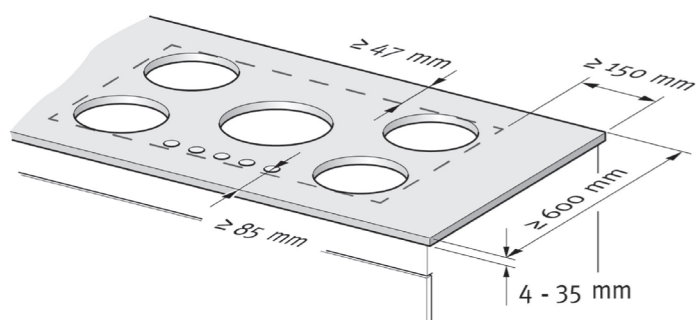

fig. 1
- De nödvändiga försiktighetsåtgärderna måste alltid vidtas innan induktionsenhet installeras (fig. 1, 2 och 5).